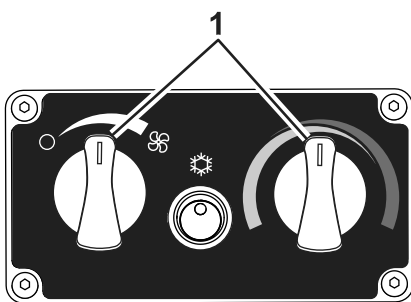

Figura 7
- Mova os manípulos de controlo para a posição média como se mostra na Figura 7.